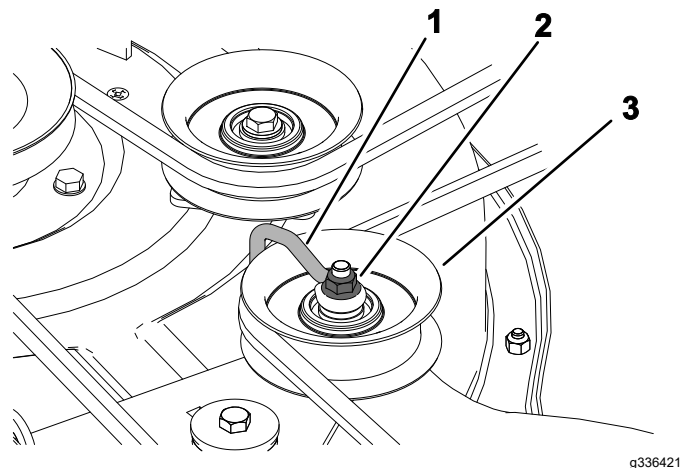

Figuur 55
5. Zet de schroeven los en verwijder de poeliekappen (Figuur 55).